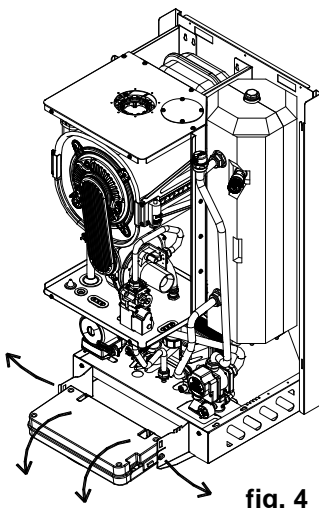

fig. 4
- saisir simultanément les équerres du tableau de commande (fig.4) et en les écartant, ouvrir le panneau en le faisant tourner vers le bas